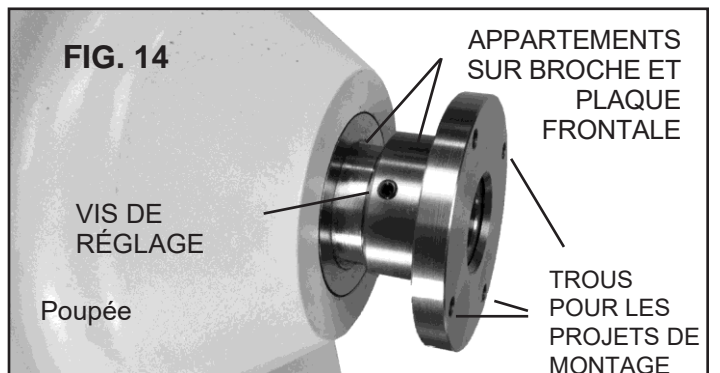

FIG. 15
*Pour RETIRER la plaque avant,* desserrez d'abord les vis de réglage. L'axe et le moyeu arrière de la plaque frontale ont chacun des méplats destinés à être utilisés avec des clés plates. Figure. 14. Ensuite, utilisez les 2 clés extra larges à double extrémité (V) (38 mm / 46 mm) pour maintenir la broche et également pour maintenir le moyeu arrière de la plaque avant pour retirer la plaque avant. Utilisez le même processus pour retirer un mandrin. Figure 15.